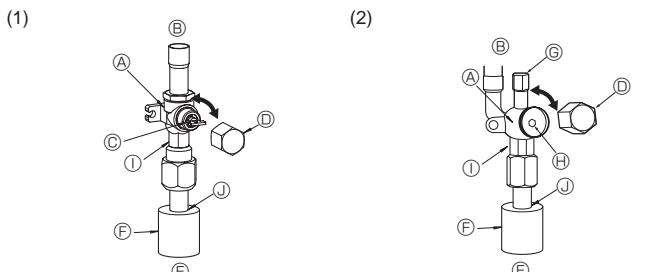
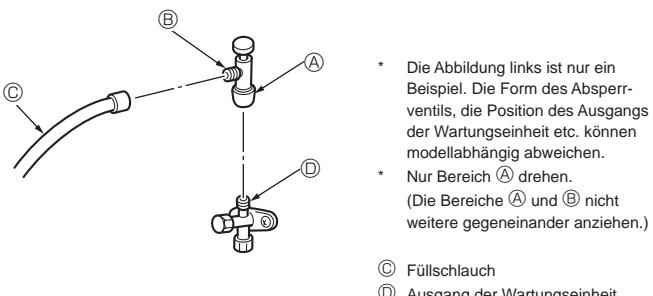

Fig. 4-6
Fig. 4-7
- (1) Gasseite von RP100-250 (Fig. 4-6)
- ① Entfernen Sie die Kappe, ziehen Sie den Griff zu sich und drehen ihn zum Öffnen 1/4 Drehung nach links.
- ② Prüfen Sie, ob das Absperrventil vollständig geöffnet ist, drücken Sie den Griff zurück und setzen Sie dann die Kappe wieder auf und schrauben sie fest.
- (2) Flüssigkeitssseite von RP100-250 und Gas-/Flüssigkeitssseite von RP35-71 (Fig. 4-7)
- ① Entfernen Sie die Kappe und drehen Sie die Ventilstange mit einem 4 mm-Schekantschlüssel bis zum Anschlag gegen den Uhrzeigersinn. Hören Sie auf zu drehen, wenn der Anschlag erreicht ist.